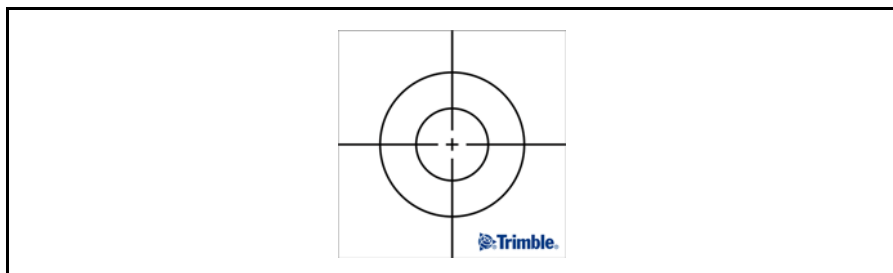

Рис. 4.30. Юстировочная цель с отражающей пленкой для High Precision
4. Если красное лазерное пятно лежит вне перекрестия визирных нитей, регулируйте направление луча до тех пор, пока он не совпадет с перекрестием визирных нитей, См. Рис. 4.30.